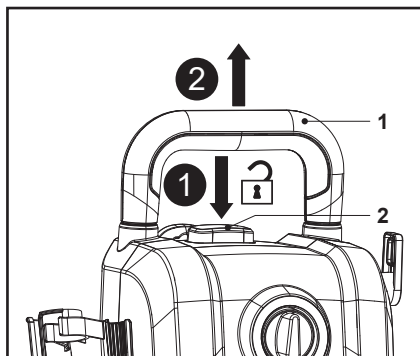

Fig. 15
1. Mantenga pulsado el botón de bloqueo del asa (2) y, a continuación, tire del asa de transporte (1) hasta el tope (Fig. 15).